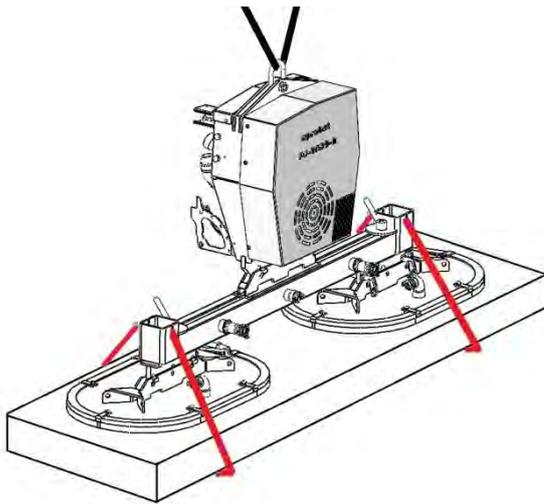

Abb. 1
Die Saugplatten müssen immer den gleichen Abstand (A) zur senkrechten Mittelachse der Traverse haben (siehe Abbildung 1 bzw. Abb. 2A).
- Beide Sicherheitsketten auf der anderen Seite des Gerätes **straff** einhängen, wie im Bild 1 dargestellt. (Kettenenden in den Kettenkästen verstauen).
- Sicherheitsketten **müssen straff an der Last anliegen**, damit bei **Vakuumausfall/Verlust** (z.B. bedingt durch Energieausfall) die Last durch die Sicherheitsketten gehalten wird (Abb. 1).